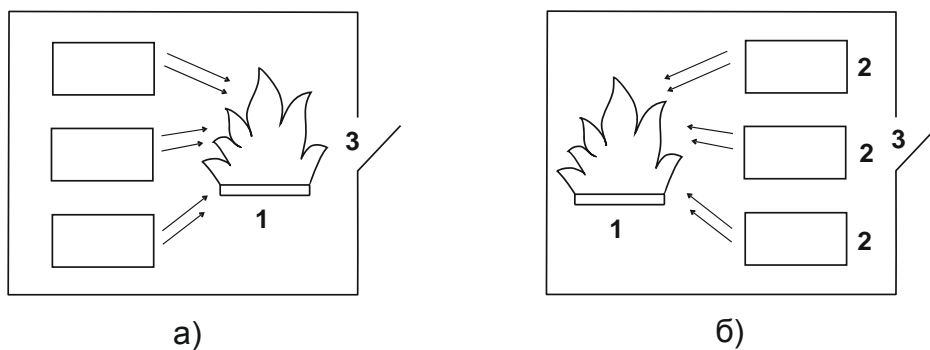

Рис. 2. Выбор зоны установки огнетушителей
7.4. Во избежание разбавления струи аэрозоля притоком свежего воздуха следует избегать установки огнетушителей вблизи проёмов, фрамуг, щелей и мест возможной разгерметизации объёма. Между огнетушащей струёй и очагом горения также не должно быть мест разгерметизации объёма – см. рис. 2.